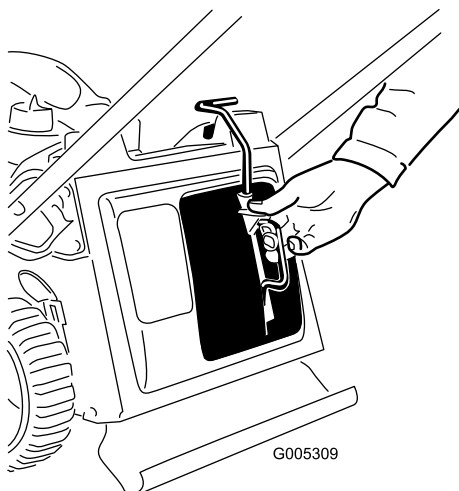

Figura 24
1. Retire el tapón de mulching (Figura 24).